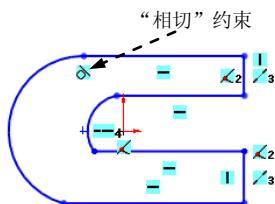
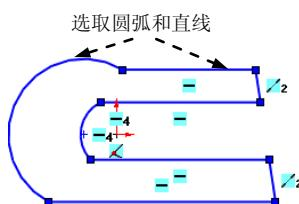

图 4.13.13 添加“相切”约束
图 4.13.14 选取圆弧和直线
Step5. 添加如图 4.13.13 所示的“相切”约束。按住 Ctrl 键，选取如图 4.13.14 所示的圆弧和直线，系统弹出“属性”对话框，在**添加几何关系**区域中单击**[] 相切(A)**按钮。